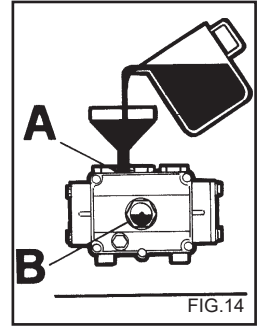

FIG.14
- 4) Avvitare il tappo di scarico ed introdurre l'olio dal foro superiore (fig. 14 A) fino al livello indicato sulla spia (fig. 14 B).